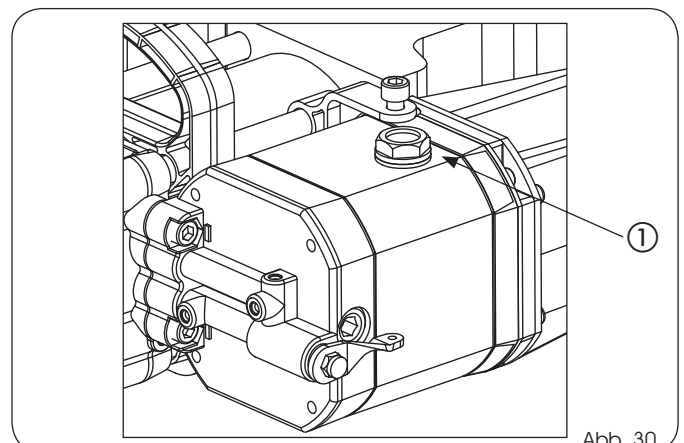

Abb. 30
- 10) Den Ölstand wiederherstellen, sodass er sich nur wenig unterhalb der Einfüllschraube befindet (Abb. 30, ①).